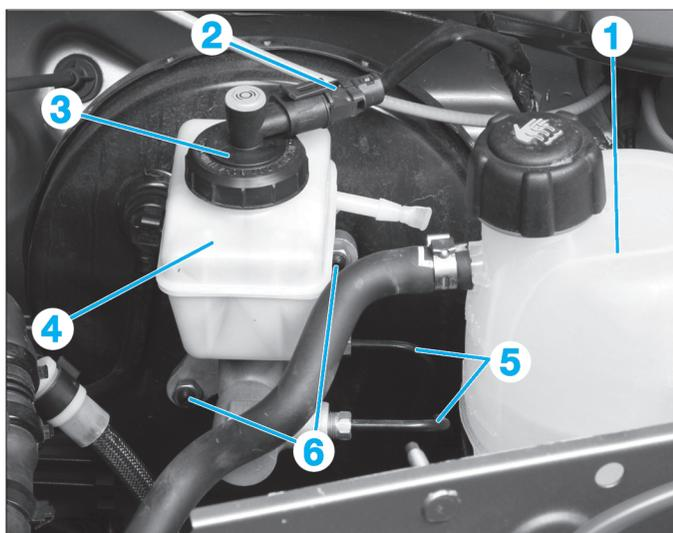

Fig. 19
- Déposer les écrous du vase d'expansion (1) (Fig.19).
- Débrancher le connecteur (2) du détecteur de niveau de liquide de frein.
- Déposer le bouchon (3) du réservoir de liquide de frein.
- la vis du réservoir de liquide de frein (4),
- le réservoir (4),
- les raccords de canalisations de frein (5) du maître cylindre et repérer leur position,
- les écrous sur le servofrein (6),